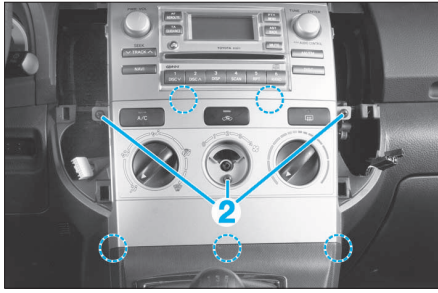

FIG. 6
- Déposer les 3 vis de fixation (2), puis dégrafer le panneau central de finition des commandes (fig. 6).